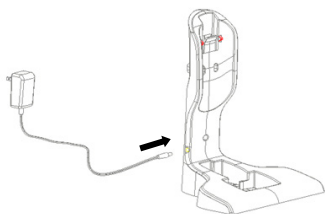

Fig.5-1a
5.1 Installez le chargeur en suivant les instructions de la Fig.3.2. Branchez l'adaptateur sur le support de chargeur en suivant les instructions de la Fig. 5-1a.